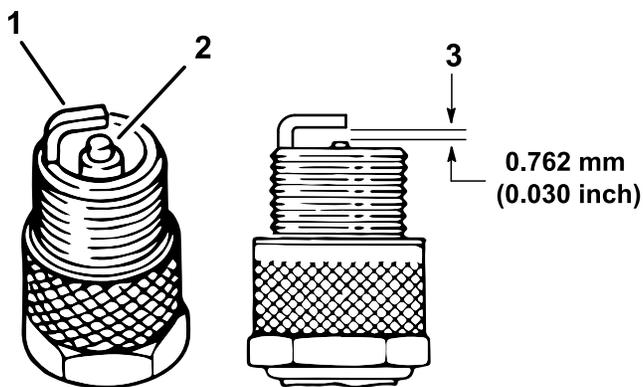

Рисунок 46
4. Проверьте состояние бокового электрода, выровняйте по центру электрод и выровняйте по центру изолятор электрода, чтобы избежать повреждений (Рисунок 46).
5. Установите зазор между центральным и боковым электродами на 0,76 мм, как показано на Рисунок 46.